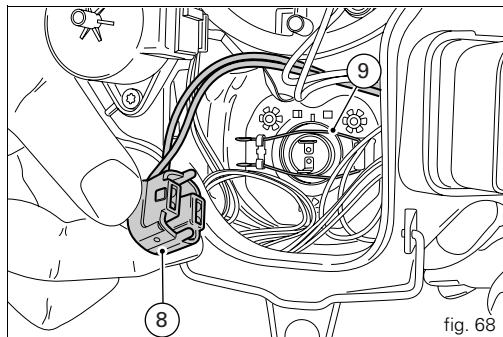

fig. 68
Débrancher le connecteur (8) de l'ampoule du feu de route (fig. 68).